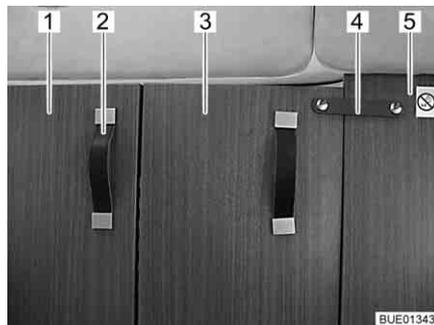

Fig. 58 Separação da cabina do condutor, fechada
- Puxe completamente para dentro a separação da cabina do condutor (Fig. 58,1) agarrando na pega (Fig. 58,2).
- Prenda a parte articulada da separação da cabina do condutor (Fig. 58,3) com a correia de segurança (Fig. 58,4) na parede divisória fixa (Fig. 58,5) por trás do banco do passageiro.